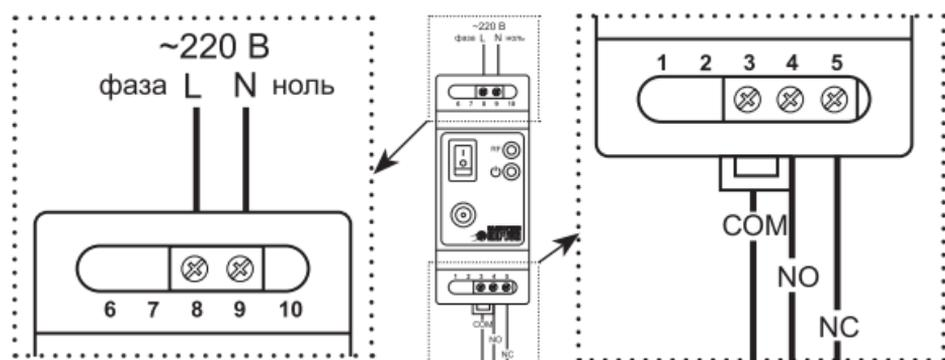

Рис.2. Схема подключения Радиореле RR
- Напряжение питания на радиореле должно быть подано из силового шкафа и обязательно через УЗО (30 мА). К радиореле подвести фазу и ноль согласно схеме подключения (рис.2).